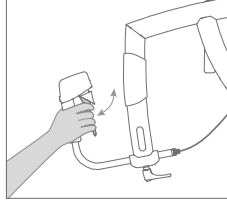

Figura 22: Soltar freno de mano
- ¿Quieres sacar el andador del estacionamiento? Apriete y suelte los frenos de mano de nuevo (**Figura 22**). Ahora la posición de estacionamiento ha sido levantada.